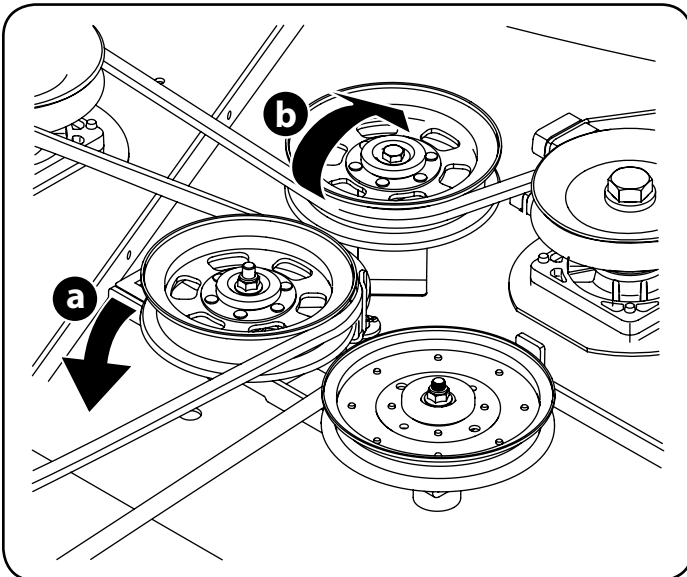

Figura 37
- Desde la parte media del tractor, haga girar el soporte de polea loca y la polea loca móvil hacia atrás, separándolos de la parte posterior de la correa en 'V' (a) a una distancia suficiente que permita levantar la correa, por encima de la polea loca (b). Vea la Figura 37.